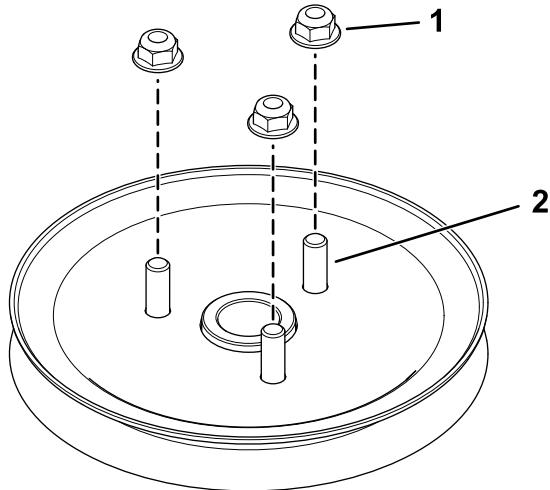

Figura 3
3. Instale provisionalmente las 3 tuercas en los espárragos (Figura 3).